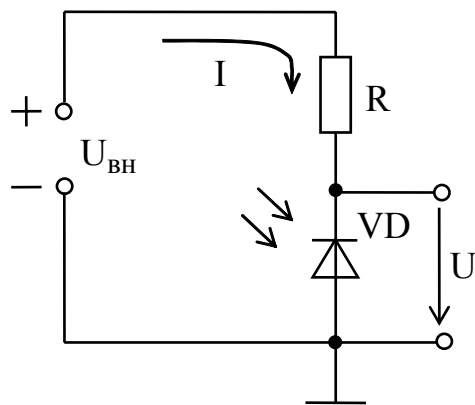

Рис. 1.9
- 2) с внешним источником электрической энергии (фотодиодный или фотопреобразовательный режим) (рис. 1.9).